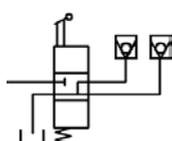

图 17.8.50 插入块 (五)
(8) 插入块。选择下拉菜单 **插入(I)** → **块(B)...** 命令, 系统弹出“插入”对话框, 在 **名称(N)** 的下拉列表中选择“块 2”, 输入旋转角度值 180.0 后, 单击 **确定** 按钮, 在图中所示的位置单击, 结果如图 17.8.50 所示。